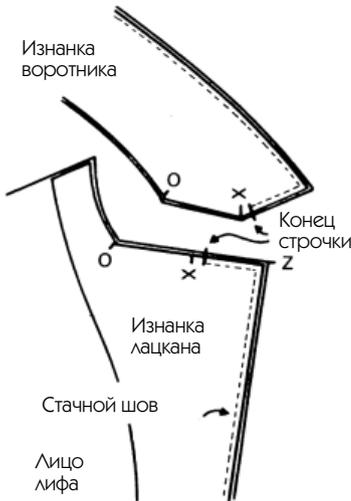

Рис. 184
— Шов, соединяющий две части воротника, должен остановиться за 0,5 см до точки X (см. рис. 184). Однако во время утюжки законченного борта нужно продолжить сгиб до конца (то же и для лацкана).
Как видно на рис. 184, две части лацкана соединяются как воротник. Но если вам пришлось изменить лекало воротника, то настало время скорректировать подборт лацкана (см. ниже).
7. Положите подборта лицом к лицу на лиф и прострочите, начиная от нижнего среза, остановившись за 0,5 см от точки Х. См. рис. 184.
10. При необходимости закройте вручную незаметным образом маленькие пространства, оставшиеся открытыми рядом с точками X (взгляните еще раз на рис. 184).